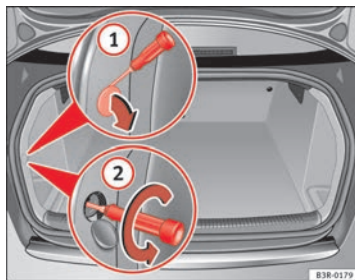
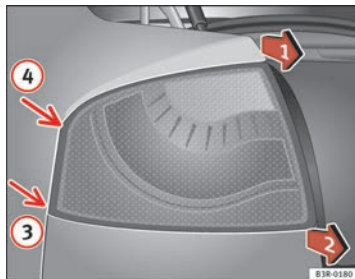

Abb. 210 Gepäckraum: Lage der Befestigungsschraube für Heckleuchte
Abb. 211 Ausbau der Heckleuchte im Seitenteil
- Hebeln Sie die Abdeckung an der Aussparung ⇒ Seite 283, Abb. 210 ① mit dem Schraubendreher ab.
- Lösen Sie die dahinterliegende Schraube mit dem Schraubendreher (Pfeile) ②.
- Ziehen Sie die Heckleuchte abwechselnd in Pfeilrichtungen ⇒ Seite 283, Abb. 211 Position ① und ②, bis diese sich aus der Aufnahme (Positionen ③ und ④) löst.